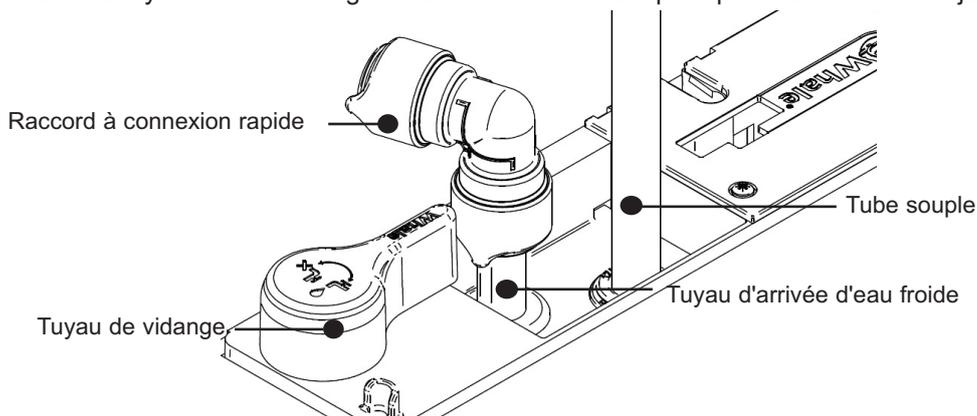

Fig. 31 Connexion à l'arrivée d'eau chaude
Étape 9 Raccordez à l'alimentation d'eau chaude (voir la Fig. 31).